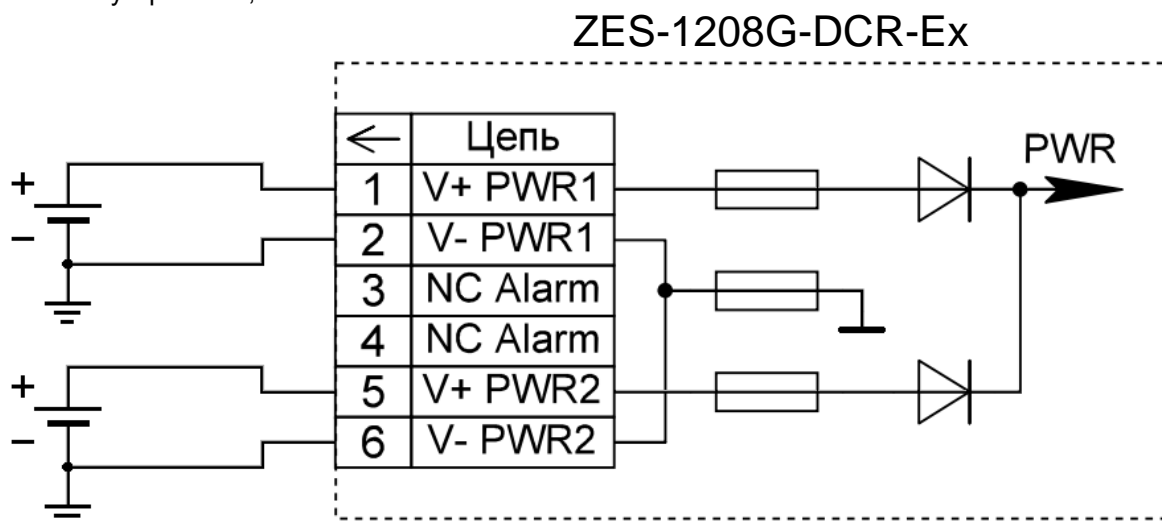

Рис. 5 Схема подключения питания к коммутатору ZES-1208G-DCR-Ex
- Подключите питание постоянного тока к клеммной колодке коммутатора в соответствии со схемой на Рис. 5. Подайте питание в пределах допустимого рабочего диапазона для устройства;